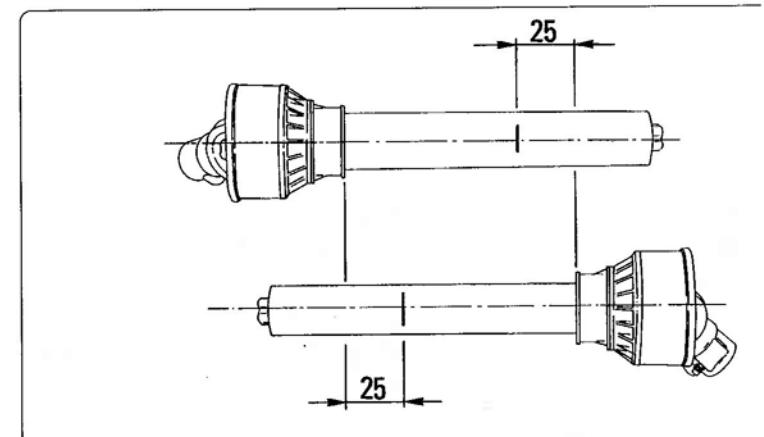

fig. 4.2.1
ome da fig. 4.2.1.
- *Using a felt-tip pen, matchmark the place where the two halves must be shortened, measuring 25 mm from the beginning of each half, as shown in fig. 4.2.1.*
droit où les deux demi-arbres doivent être raccourcis, en mesurant 25 mm du début de chaque demi-arbre, voir fig. 4.2.1.
sägen sind, indem man 25 mm vom Beginn jeder Wellenhälfte mißt, vgl. Abb. 4.2.1.*